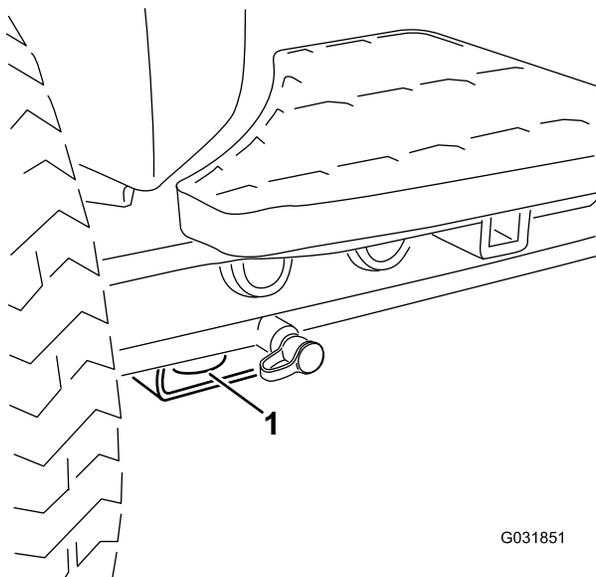
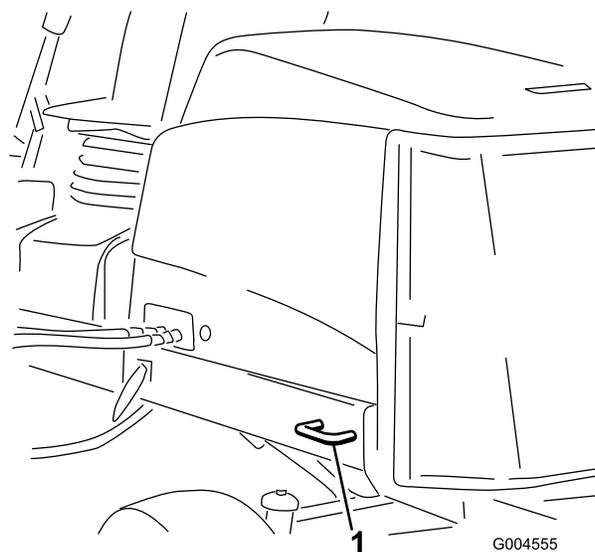

Рисунок 57
Рисунок 58
5. Для надежного крепления машины к прицепу или грузовику с помощью стропов, цепей, тросов или канатов используйте установленные на машине металлические крепежные проушины (Рисунок 57 и Рисунок 58).
- В передней части используйте отверстие в прямоугольной подкладке под трубой моста внутри каждого переднего колеса (Рисунок 57)
- В задней части используйте каждую сторону машины на задней раме (Рисунок 58)